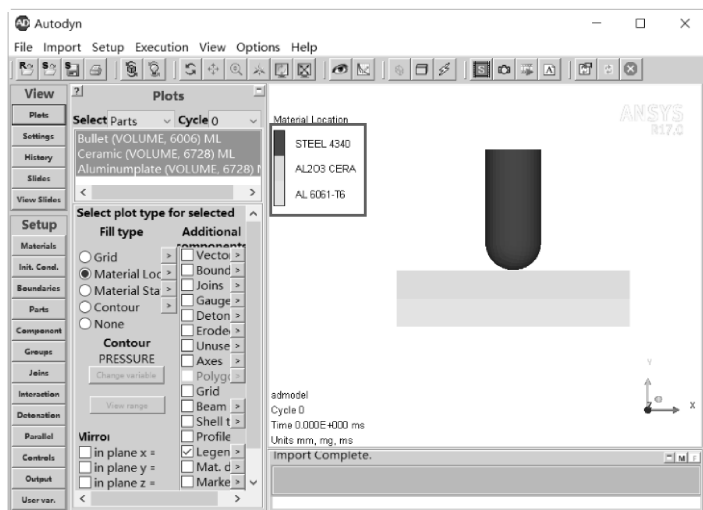

图 6-22 Autodyn 窗口
(2) 在 A 分析上右键单击【Setup】，从弹出的快捷菜单中选择【Update】升级，此时数据传出；之后在 B 分析上右键单击【Setup】，从弹出的快捷菜单中选择【Edit Model...】，进入 Autodyn 工作环境，如图 6-22 所示。